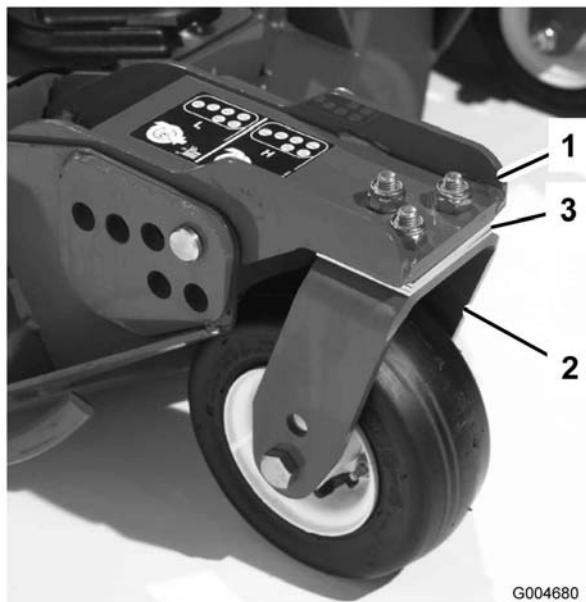

Figure 27
ou retirez des cales de 3 mm (1/8") sur le(s) bras des roues pivotantes avant pour que la hauteur de coupe corresponde à celle qui est indiquée sur l'autocollant (Figure 27). Pour l'axe de la lame extérieure seulement, reportez-vous à la rubrique Réglage de l'inclinaison des lames dans Entretien de la tondeuse, page 55.
3. Si le bord intérieur du plateau de coupe latéral est trop élevé par rapport au bord extérieur du plateau de coupe avant, retirez une cale de 3 mm (1/8") au bas du bras pivotant intérieur avant du plateau latéral (Figure 27). Vérifiez à nouveau la distance entre les bords extérieurs des deux plateaux de coupe latéraux et la distance entre le bord intérieur du plateau de coupe latéral et le bord extérieur du plateau de coupe avant.